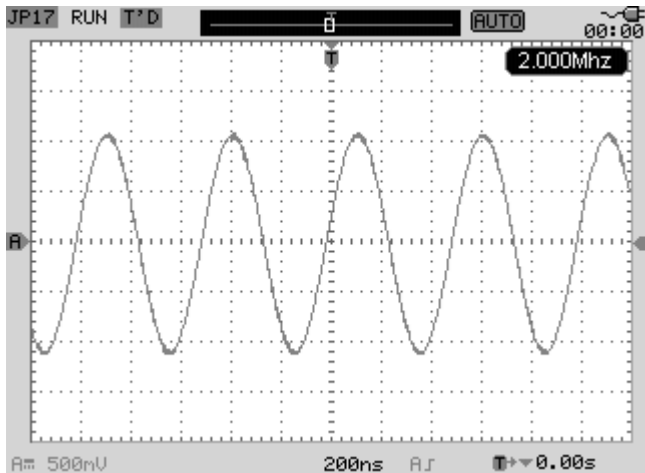

图 1-12 自动设置后的屏幕
- 1、按  键进行自动设置，则屏幕的右上方会出现“**AUTO**”。在状态栏将显示量程、时基和触发信息。如图 1-12 所示。